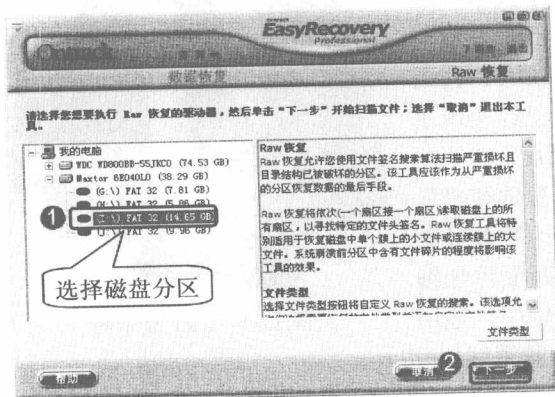

图 11-37 选择磁盘分区
步骤③ 在弹出的对话框中选择恢复数据所在的磁盘分区，如图 11-37 所示。